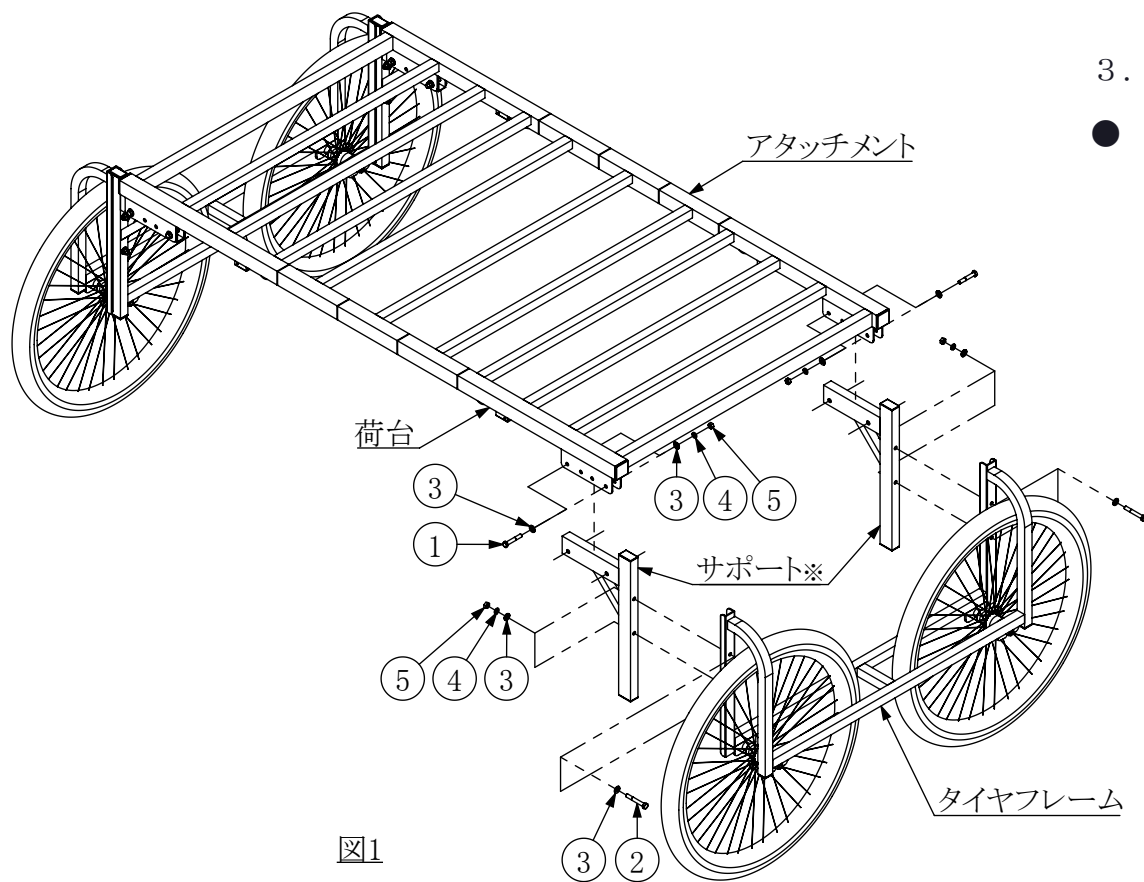
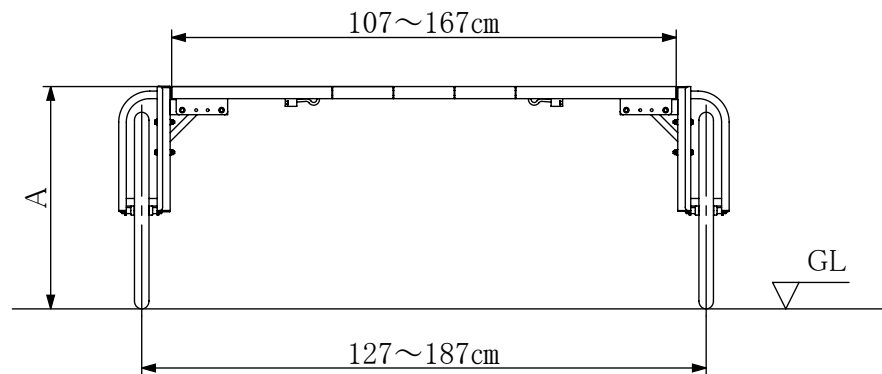

図1
図2
- ・図1（図はRA-200を表しています）を参考に組立済み楽太郎のサポートを中床用サポートに交換してください。
2. 中床用サポート※に前項で取り外したタイヤフレームをボルト類②③④⑤を使い取り付けます。（取付の際、補強金具は不要です。）
3. 楽太郎荷台に、中床用サポート※をボルト類①③④⑤で取付て完成です。
- 図2は低床部品取付済み楽太郎の寸法図です。“A”荷台高さはRA-100(N)で約66cm、RA-200(N)で約74cmです。